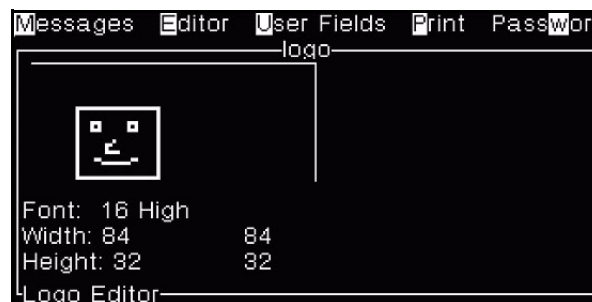

Figura 5-61: Recortar logotipo
- 1 Pressione a tecla **Enter** para exibir uma moldura com os limites atuais do gráfico (Figura 5-61).